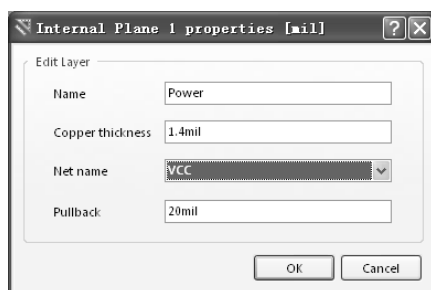

图 3.6.7 设置内层属性
(2) 设置内层。选中第一个内层“Internal Plane 1 (No Net)”并双击,将弹出“Internal Plane 1 Properties (编辑层)”对话框,如图 3.6.7 所示。
在如图 3.6.7 所示的内层属性编辑对话框中,各项设置说明如下。